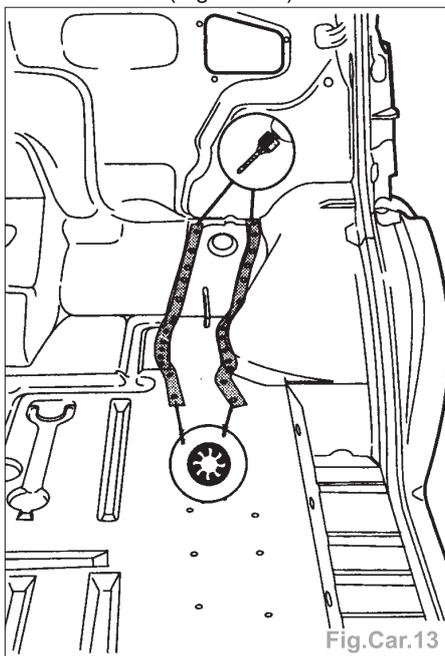

Fig.Car.13
- Percer les points de soudure en partant de l'habitacle (Fig.Car.13).
- A partir de l'habitacle, soudage par bouchonnage sous gaz de protection (Fig.Car.13).